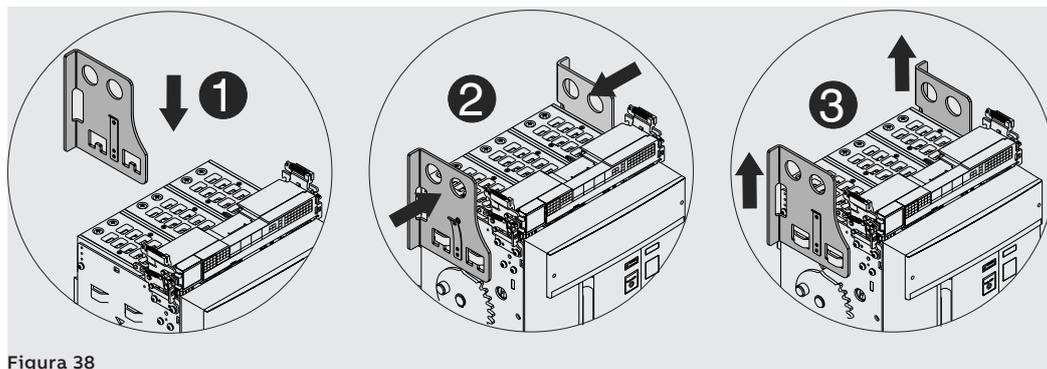

Figura 38
2. Posizionare le piastre di sollevamento sulla parte mobile accertandosi che la linguetta delle piastre sia agganciata. Vedi Figura 38.